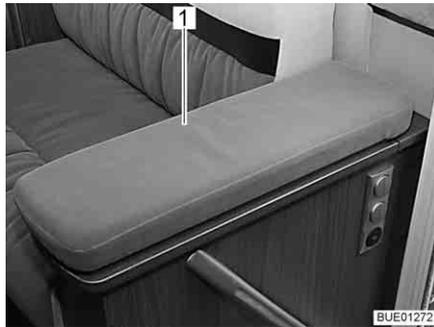
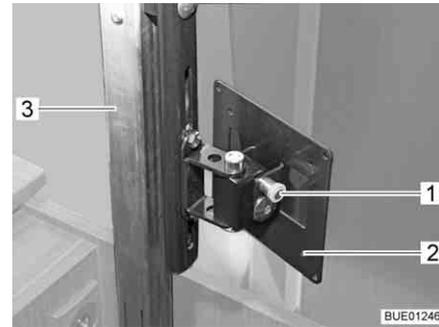

Bild 69 TV-Fach
Bild 70 Hubmechanismus
- Abdeckung (Bild 69,1) des TV-Fachs in der Mitte leicht nach unten drücken. Die Ausschubsäule (Bild 70,3) wird entriegelt und fährt nach oben.
- Entriegelungsknopf (Bild 70,1) ziehen und die Halterung (Bild 70,2) mit Flachbildschirm in die gewünschte Position schwenken.
- Flachbildschirm in die Ausgangslage zurückschwenken, bis die Halterung (Bild 70,2) in die Verriegelung einrastet.
- Abdeckung (Bild 69,1) in der Mitte gegen den Widerstand der Ausschubsäule (Bild 70,3) nach unten drücken, bis die Verriegelung einrastet.